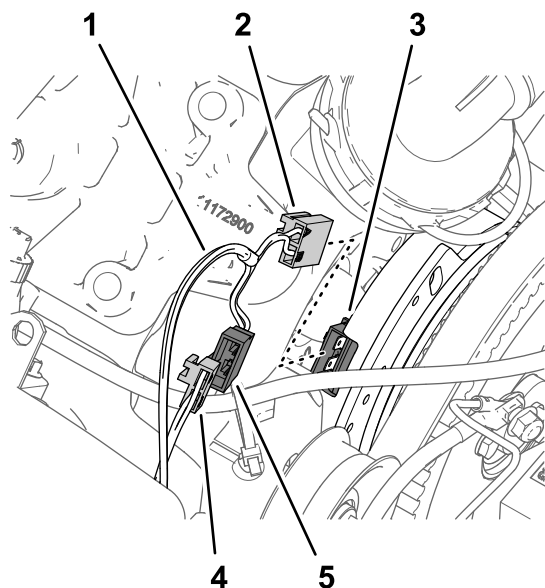

Рисунок 207
2. Подсоедините 2-штыревой разъем ответвления длиной 84 см жгута проводов опрыскивателя из комплекта к 2-гнездовому разъему жгута проводов машины с маркировкой SPRAY PUMP COIL (ОБМОТКА НАСОСА ОПРЫСКИВАТЕЛЯ) (Рисунок 207).
3. Подсоедините 2-гнездовой разъем жгута проводов опрыскивателя из комплекта к 2-штыревому разъему муфты насоса (Рисунок 207).